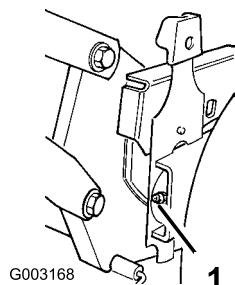

Figure 23
- Essuyez les graisseurs à l'aide d'un chiffon propre (Figure 23).